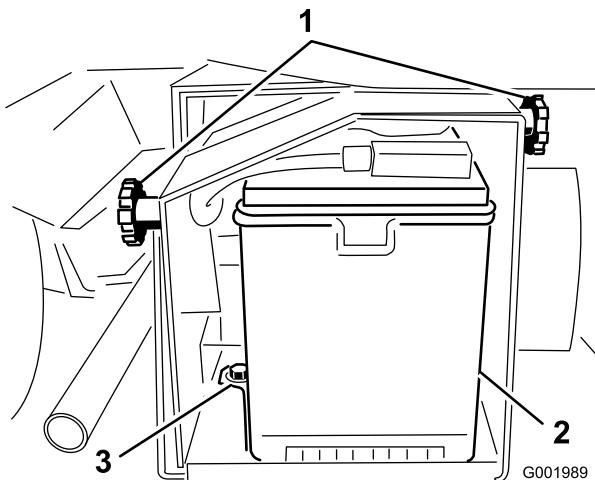

Figura 54
2. Desaperte os manípulos na parte lateral da caixa da bateria e retire a cobertura da bateria (Figura 54).
5. Retire as fixações e os fechos da bateria (Figura 54).
2. Coloque a fixação da bateria, assim como os fechos que retirou anteriormente (Figura 54).
4. Coloque a cobertura da bateria e aperte-a com os 2 manípulos (Figura 54).
- Desaperte os manípulos na parte lateral da caixa da bateria e retire a cobertura da bateria (Figura 54).